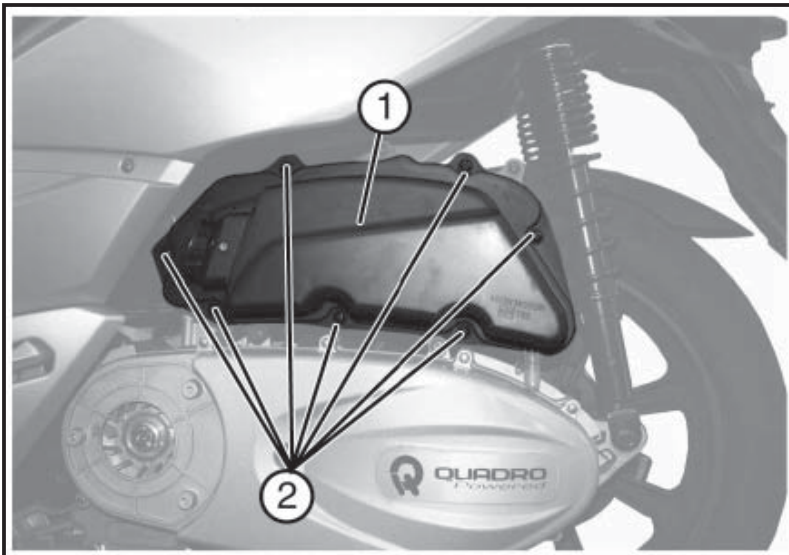

Abb. 02
- Die sieben Schrauben «2 - **Abb. 02**» lösen.
- Die Abdeckung des Luftfilterkastens «1 - **Abb. 02**» entfernen.